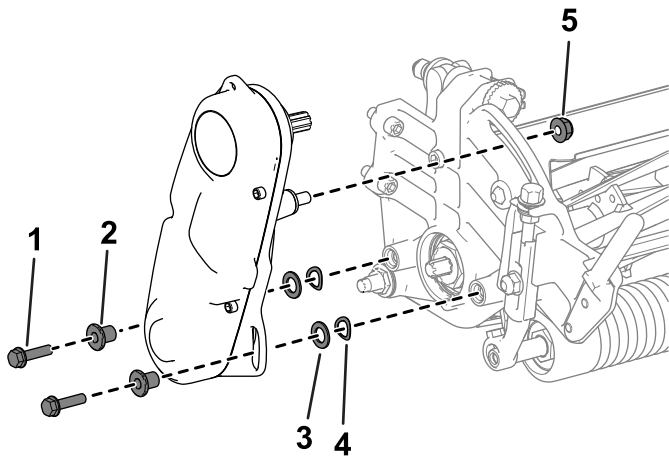

Figura 3
1. Retire las fijaciones que sujetan el conjunto de transmisión del molinete a la chapa lateral (Figura 3).
2. Retire el conjunto de transmisión del molinete, las arandelas planas, las arandelas de muelle y los espaciadores de la chapa lateral (Figura 3).